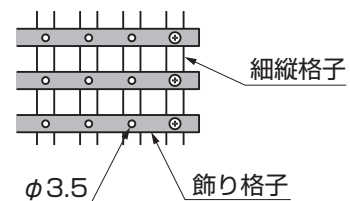

図15-3
- ①吊引戸に飾り格子をあてがい、下穴にあわせて細縦格子にφ3.5の穴をあけてください。
- ②飾り格子を【6-1】で細縦格子に仮固定してください。
- ③飾り格子と細縦格子を貫通するようにφ3.5の下穴をあけてください。(図15-3参照)
- ④飾り格子を【6-1】で細縦格子に取付けてください。